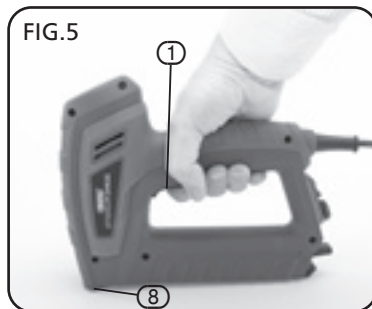

FIG.5
9.2 FIRING THE STAPLER/NAILER - FIG. 5